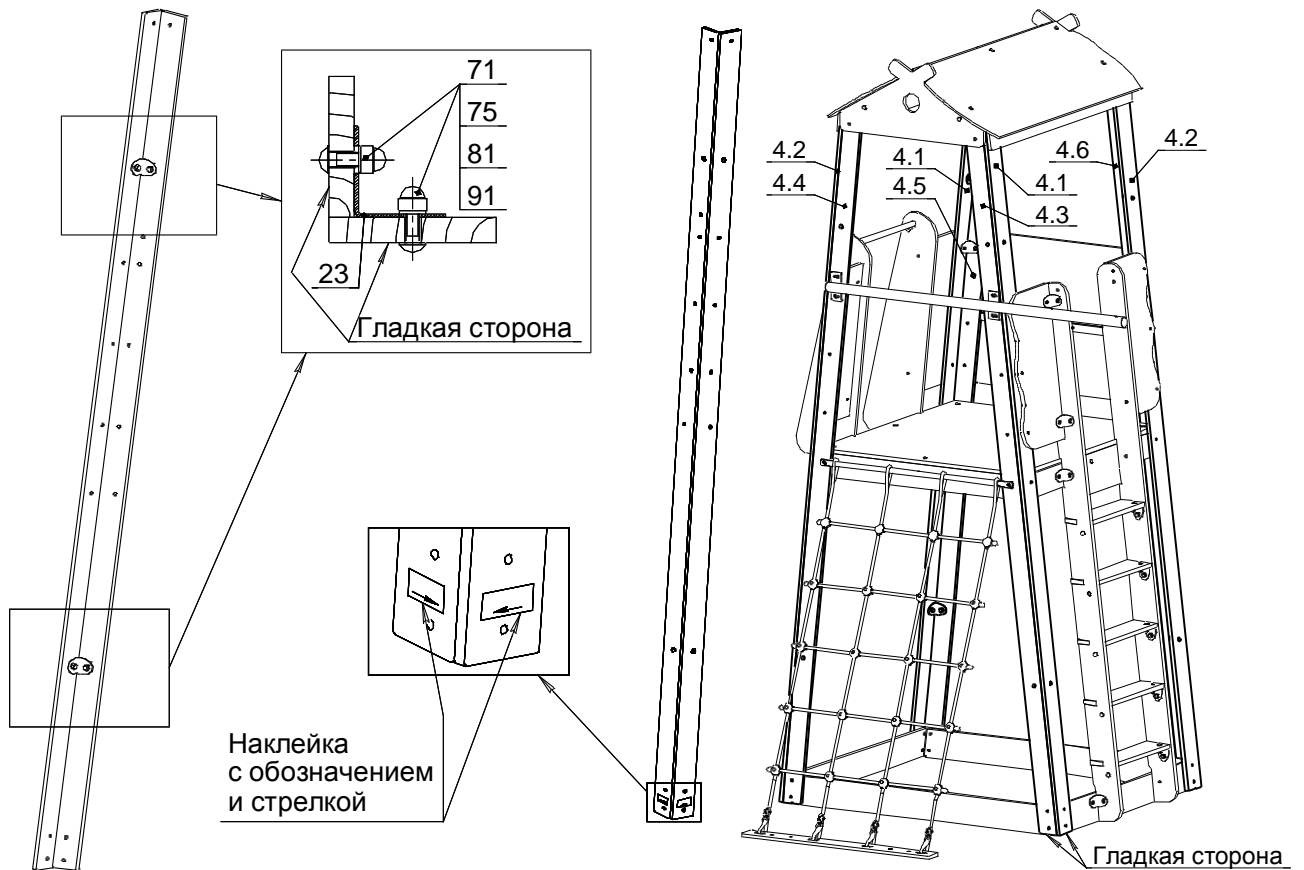

Рис.2
10.3.1 Собрать стойки из фанеры. Схема установки стоек изображена на рис. 2. На стойках есть маркировка с обозначением и стрелкой. Обратите внимание, чтобы стрелки смотрели друг на друга (согласно рис. 2).